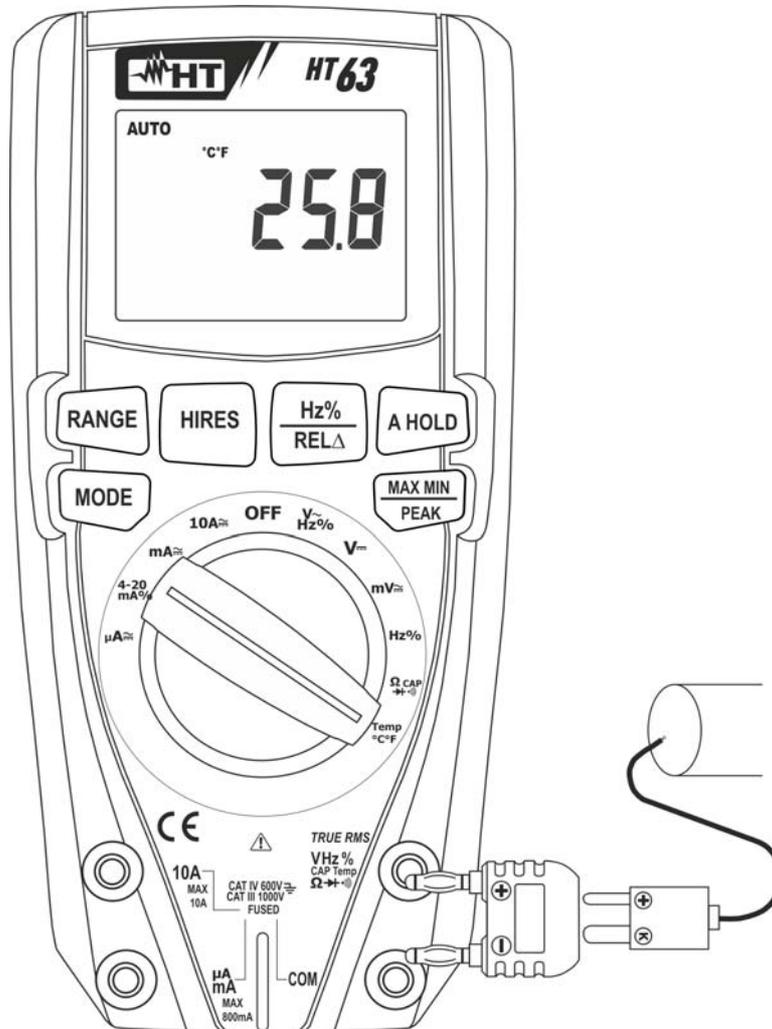

Abb. 8: Verwendung des Gerätes für Temperaturmessung
3. Verbinden Sie den mitgelieferten Adapter in die Eingangsbuchsen **VH%CAPTemp**  $\Omega \rightarrow +$ ) (Polarität +) und **COM** (Polarität -) (siehe Abb. 8).